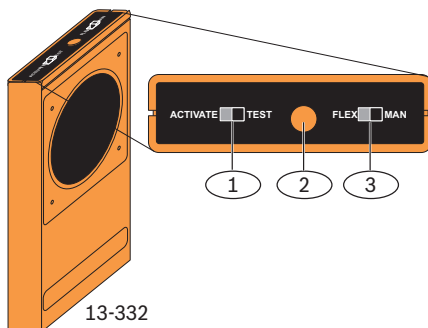

Bild 5.21 Schallsensor-Prüfgerät 13-332
1. Stellen Sie die Schalter am Prüfgerät 13-332 auf TEST und FLEX (*Positionen 1 und 3, Bild 5.21, Seite 61*).
2. Drücken Sie die rote Starttaste (*Position 2, Bild 5.21, Seite 61*). Damit wird das Prüfgerät aktiviert und eine acht Sekunden lange Scharfschaltung eingeleitet.
2. Verschieben Sie die Schalter oben auf dem Prüfgerät 13-332 auf ACTIVATE und MAN (*Positionen 1 und 3, Bild 5.21, Seite 61*).
3. Richten Sie die Vorderseite des Prüfgeräts auf den Glasbruchmelder und drücken Sie die rote Starttaste auf der Oberseite (*Position 2, Bild 5.21, Seite 61*). Das Prüfgerät summt.